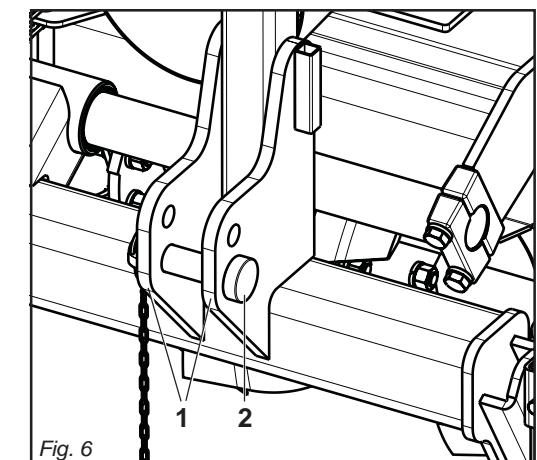

Fig. 6
la posizione più favorevole della macchina da applicare, inserendo i perni (2 Fig. 6) nei fori delle piastre a seconda e del giusto diametro.
- 1 - Accostare le barre del sollevatore ponendole all'interno delle piastre (1 Fig. 6), inserire il perno (2 Fig. 6) nel foro predisposto e bloccare con le copiglie a scatto.
vourable position for the machine according to the model in question. This is done by inserting the pins (2 Fig. 6) suitable plate holes.
- 1 - Near the lift bars, setting them in plates (1 Fig. 6). Insert the pin (2 Fig. 6) into the relative hole and lock in place with the snap-in split pins.
bestimmten Durchmesser haben, ist es für jedes Modell erforderlich, sie günstige Anbauposition der Maschine festzulegen, indem man die Bolzen (2 Abb. 6) in die Löcher der Platten steckt, die je nach Bedarf und dem richtigen Durchmesser in Frage kommen. Der Hersteller haftet nicht für Schaden am Schlepper.
- 1 - Die Lenker des Krafthebers annähern und in die am besten geeigneten Platten schieben (1 Abb. 6). Den Bolzen (2 Abb. 6) in das Loch stecken und mit dem einrastenden Splint blockieren.
faudra donc déterminer la position plus favorable de la machine à monter, en mettant les axes (2 Fig. 6) dans les trous des suivant du diamètre convenable. Notre société décline toute responsabilité en cas de dommages au tracteur.
- 1 - Approchez les barres du relevage en les plaçant à l'intérieur des plaques les (1 Fig. 6), introduisez l'axe (2 Fig. 6) dans le trou correspondant et bloquez par les goupilles à enca斯特ment.
diámetro, es necesario para cada modelo determinar la posición más favorable de la máquina a aplicar, introduciendo los pernos (2 Fig. 6) en los orificios a su diámetro.
- 1 - Acercar las barras del elevador poniéndolas dentro de las placas (1 Fig. 6), introducir el perno (2 Fig. 6) en el orificio y bloquear con los pasadores de resorte.